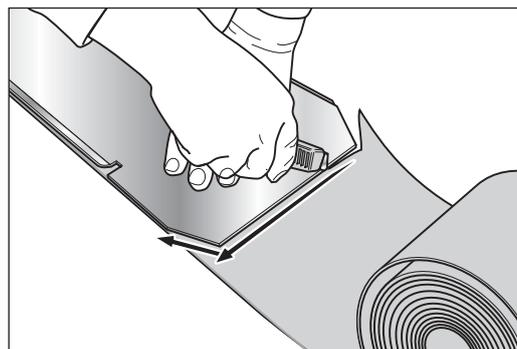

Abb. 20 Mit einem Teppichmesser den Schleifmittelbogen um die Schablone herum ausschneiden.
- 3 Legen Sie die Papierschablone (siehe mitgeliefertes Zubehör) auf die Rückseite des abgerollten Schleifmittels. Schneiden Sie das Schleifmittel mit einem Teppichmesser entsprechend der Schablone zu (Abb. 20).